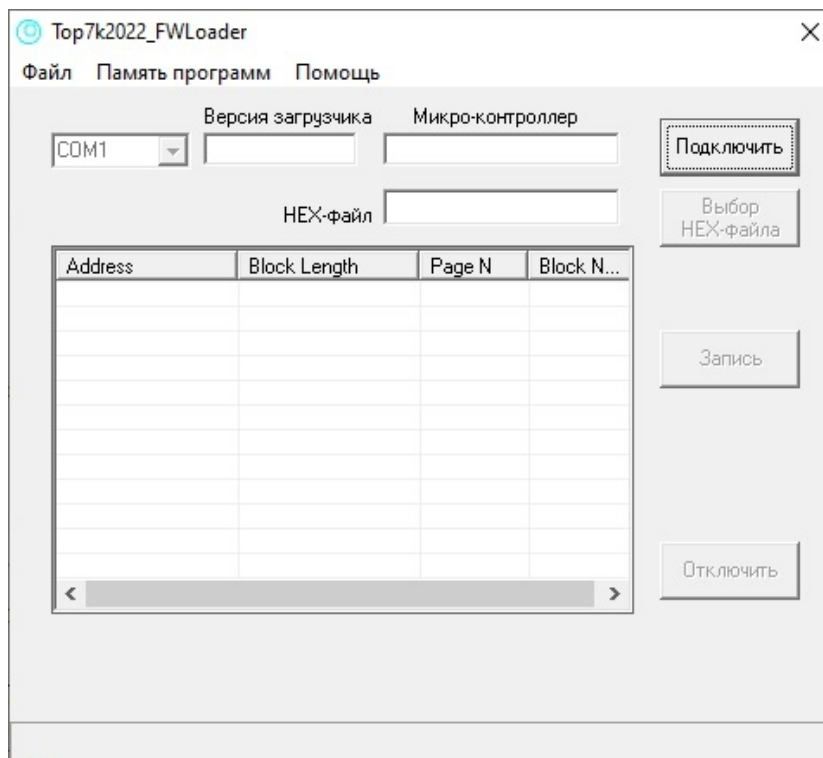

Рис.2. Окно программы-загрузчика после запуска.
6. Запустить программу-загрузчик. Главное окно программы после ее старта приведено на рис.2.
Номер версии внутреннего ПО отображается в нижней строке страницы «Информация о приборе». Пример дисплея прибора с отображением «Информации о приборе» представлен на рис.2п.
Рис.2п. Отображение «Информации о приборе» в режиме «Установки»